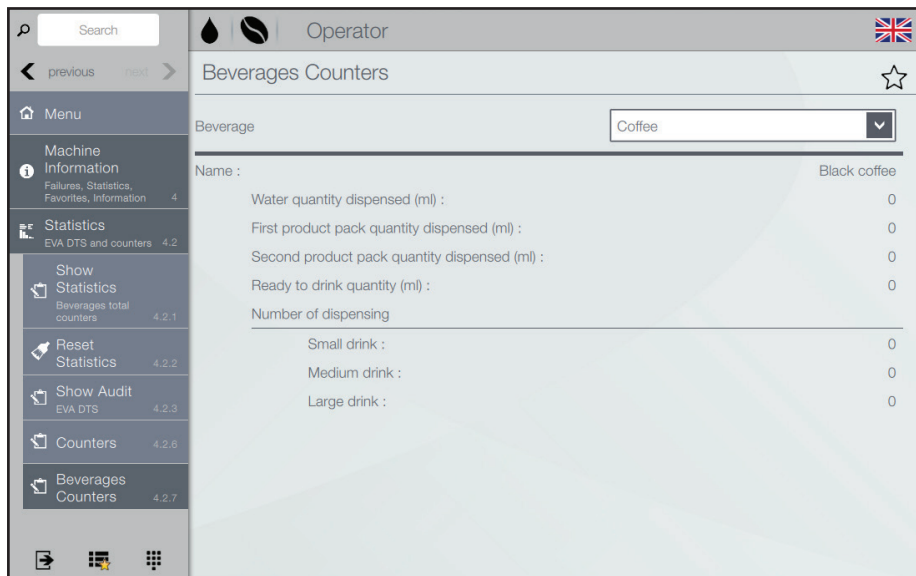

Рис. 6.15 - Счетчики напитков
- Коснуться разворачивающегося меню "Напиток" для выбора желаемого напитка (рис. 6.15).